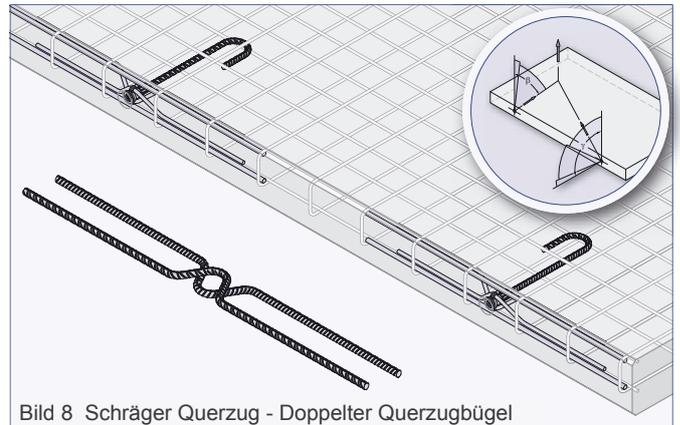
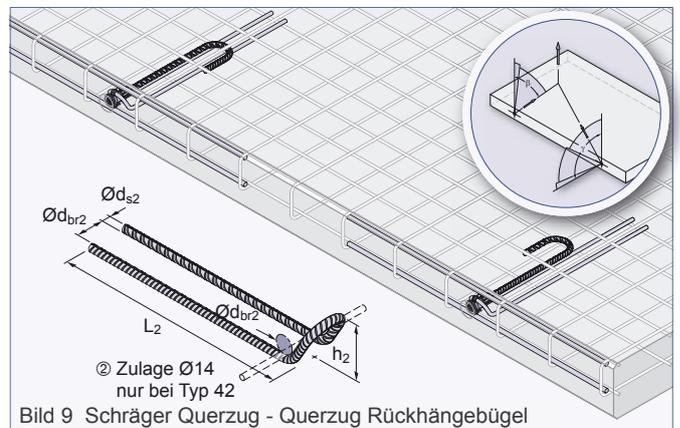
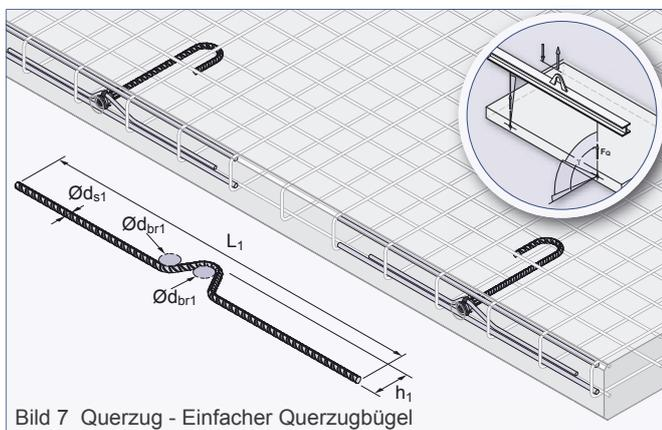

Bild 8 Schräger Querzug - Doppelter Querzugbügel
Bild 9 Schräger Querzug - Querzug Rückhängebügel
Bild 7 Querzug - Einfacher Querzugbügel
Die Beanspruchung der Stockanker mit Querzug  $\gamma \geq 15^\circ$  erfordert den Einbau einer Zusatzbewehrung nach Tabelle 5 oder Tabelle 6. Die Querzugbewehrung kann entweder als einfacher Querzugbügel (Bild 7), als doppelter Querzugbügel (Bild 8) oder als Querzug Rückhängebügel (Bild 9) ausgeführt werden. Sie hat im Scheitelpunkt der Biegung Druckkontakt mit der Gewindehülse des Transportankers. Querzugbelastungen an Stockankern sind nur bei Wanddicken  $d$  gemäß Tabelle 2 möglich.
Die Querzugbewehrung wird stirnseitig im Bauteil entgegen der Belastungsrichtung angeordnet. Das Aufrichten von Platten kann zu gleichzeitigem Schräg- und Querzug, dem so genannten schrägen Querzug, an den Transportankern führen (Bild 8 und Bild 9). In diesem Falle ist nur die Querzugbewehrung doppelter Querzugbügel oder Querzug Rückhängebügel erforderlich. Der Schrägzugfall wird bei Einsatz dieser Bewehrung mit abgedeckt.
Das Umlegen oder Aufstellen des Bauteils während der Montage, bedarf der Beachtung der Lage der Querzugbewehrung (nur beim einfachen Querzugbügel gem. Bild 7 und Querzug Rückhängebügel gem. Bild 9). Der doppelte Querzugbügel (siehe Bild 8) deckt die üblichen Lastrichtungen ab. Bei der Belastungsrichtung Querzug muss die in Tabelle 3 angegebene Mattenbewehrung als Mattenkappe ausgeführt werden. Zusätzlich zu der oben genannten Mattenkappe müssen Längseisen entsprechend Tabelle 5 oder Tabelle 6 eingebaut werden.
② Zulage Ø14, l = 60 cm (siehe Bild 9)